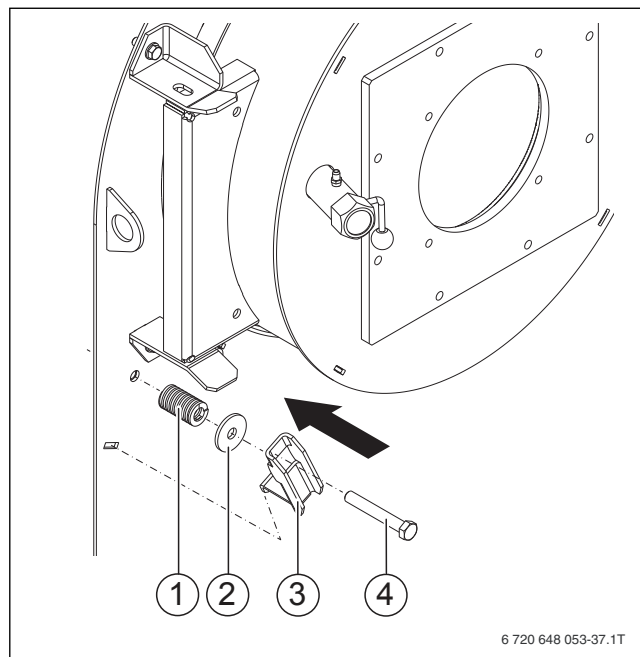

Рис. 18 Монтаж
- Снимите коромысло (→ рис. 18, [3], стр. 22).
- Ослабьте пружину (→ рис. 18, [1]) винтом с внутренним шестигранником (→ рис. 18, [4]).
- Установите шайбу (→ рис. 18, [2]).